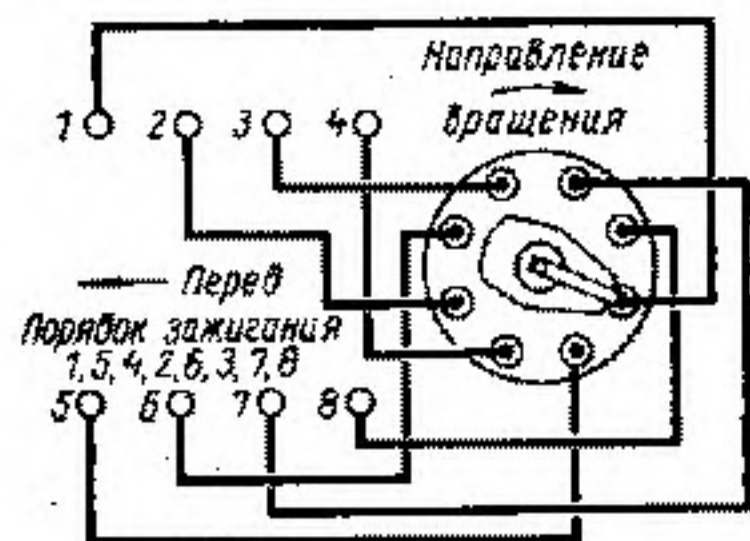

Рис. 34. Соединение проводов от датчика-распределителя (распределителя) к свечам
8. Установить крышку и подсоединить провода высокого напряжения от свечей в порядке 1—5—4—2—6—3—7—8, как указано на рис. 34, и провод от катушки зажигания.
8. Установить крышку и подсоединить провода высокого напряжения от свечей в порядке 1—5—4—2—6—3—7—8, как указано на рис. 34.